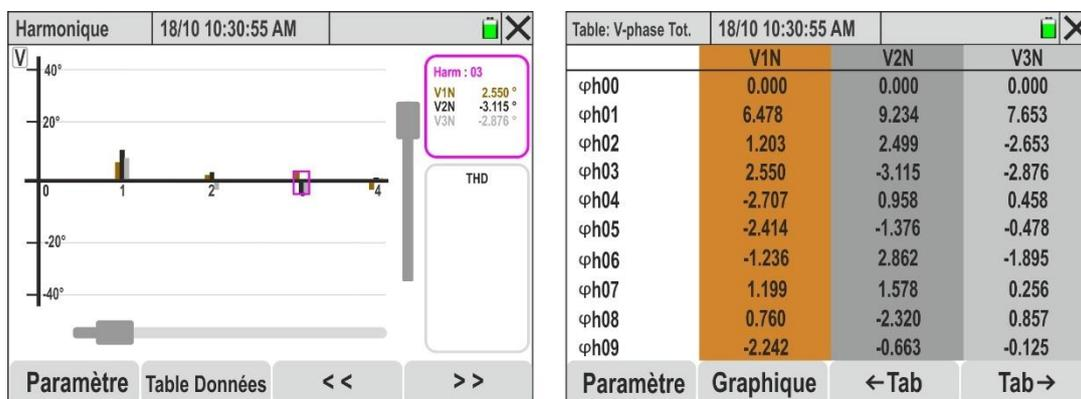

Fig. 58: Analyse harmoniques des angles de phase pour les signaux de tension
17. Avec la sélection des 4 tensions ou des 4 courants, les histogrammes des angles de phase par rapport à l'origine des grandeurs V1N, V2N, V3N, VNPE ou I1, I2, I3, IN sont affichés à la Fig. 58 – partie gauche
19. Appuyer sur la touche « **Table Données** » pour passer à l'affichage numérique. La page illustrée à la Fig. 58 - partie droite est affichée à l'écran. Les paramètres « ϕh_{xx} » indiquent l'amplitude de l'harmonique xx, pour chaque canal sélectionné